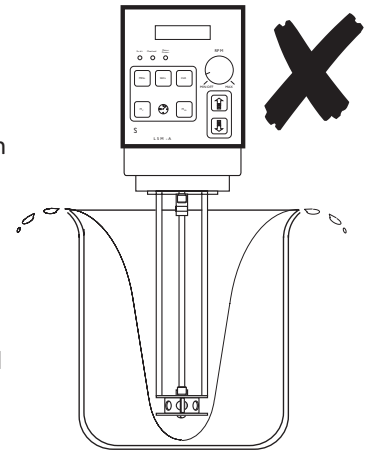

Fig. 9A Techniques de mélange
5.1.4 Tourner le bouton de contrôle (A) dans le sens des aiguilles d'une montre de la position OFF à la position MIN (le témoin de marche s'allume). Tourner progressivement le bouton pour augmenter la vitesse jusqu'à l'apparition d'un vortex dans le liquide. La ligne du haut de l'afficheur (C) indique la vitesse actuelle du mélangeur en RPM (rotations par minute) et la vitesse réglée sur la partie supérieure. La ligne du bas de l'afficheur montre l'intensité consommée en AMP.
**MISE EN GARDE:** UN DÉBOREMENT PEUT SE PRODUIRE SI LA VITESSE EST AUGMENTÉE TROP RAPIDEMENT (VOIR FIG. 9A).